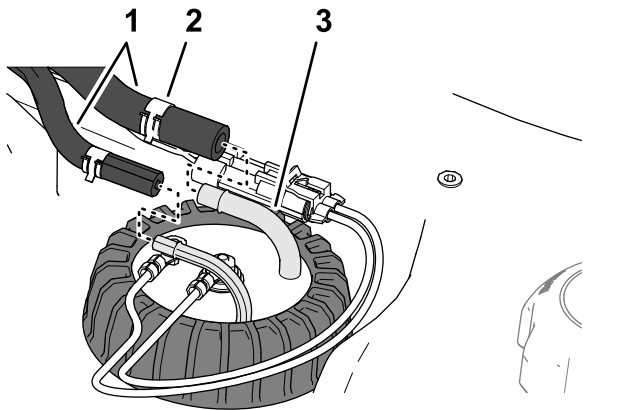

**Figure 94**
5. Desserrez le chapeau du transmetteur de niveau de carburant (Figure 94).